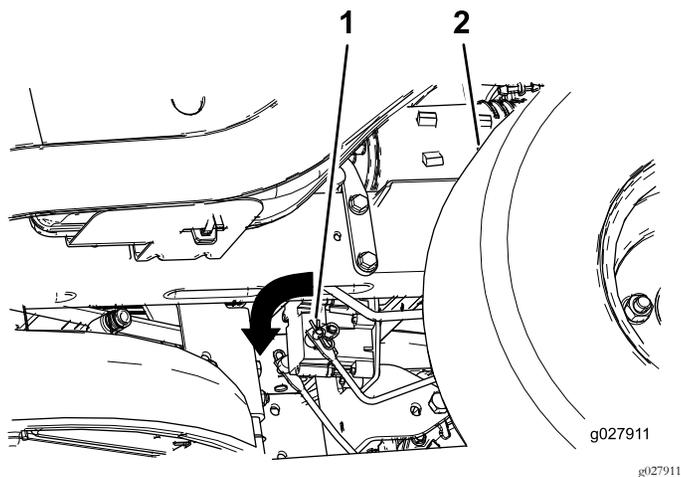

Figura 55
2. Individuate l'albero sul freno elettrico in cui sono collegati i bracci di attacco del freno (**Figura 55**).